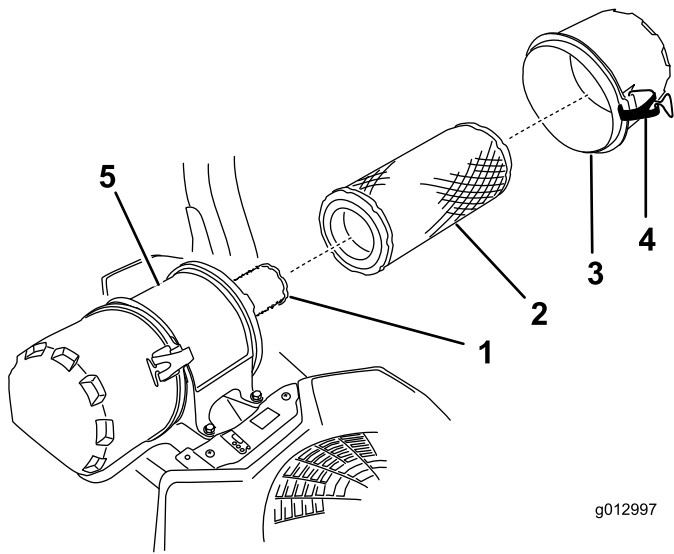

Figura 46
6. Abra los cierres del limpiador de aire y tire de la tapa de la entrada de aire para separarla del cuerpo del limpiador de aire (Figura 46).
8. Extraiga con cuidado el filtro primario de la carcasa del limpiador de aire (Figura 46).
2. Si va a cambiar el filtro interno, deslícelo cuidadosamente en el cuerpo del filtro (Figura 46).
3. Deslice cuidadosamente el filtro primario por encima del filtro interno (Figura 46).
4. Instale la tapa del limpiador de aire y fije los cierres (Figura 46).